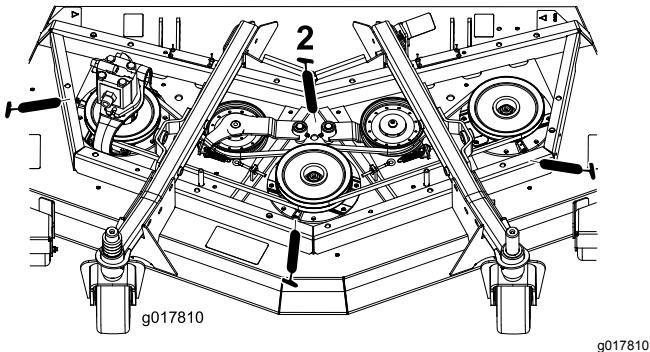

Рисунок 46
- Подшипники валов шпинделей (3 шт.), расположенные под шкивом (Рисунок 46)
- Втулки осей поворота рычагов натяжных роликов (2 шт.) (Рисунок 46)